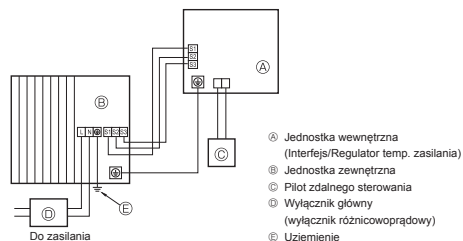
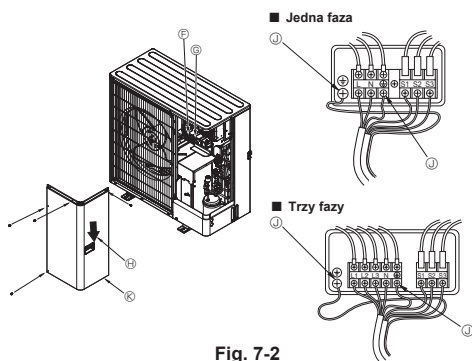

Fig. 7-1
Fig. 7-2
7.1. Jednostka zewnętrzna (Fig. 7-1, Fig. 7-2)
- ① Usunąć panel serwisowy.
- ② Podłączyć przewody zgodnie z Fig. 7-1 i 7-2.